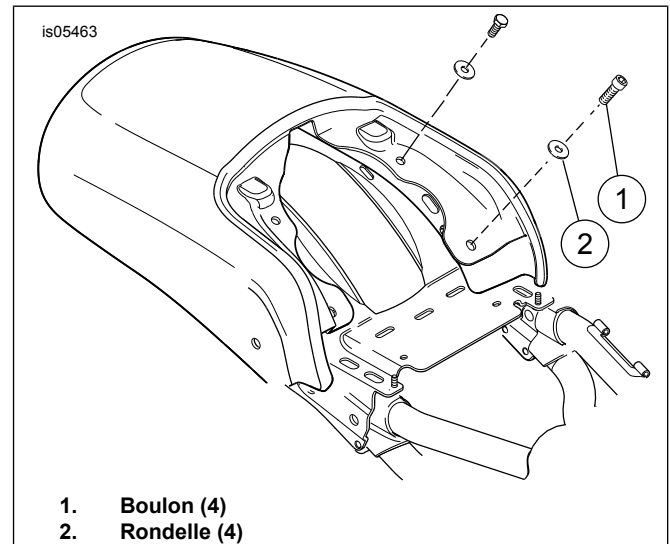

Figure 1. Boulons de montage de garde-boue
1. Voir Figure 1. Retirer quatre boulons (1) de montage de garde-boue arrière et rondelles (2). Si nécessaire, déplacer l'ECM pour accéder aux quatre boulons de montage de garde-boue.
16. Voir Figure 1. Installer quatre boulons de montage (1) de garde-boue et rondelles. Serrer à un couple de 20–26 N·m (15–19 ft-lbs).